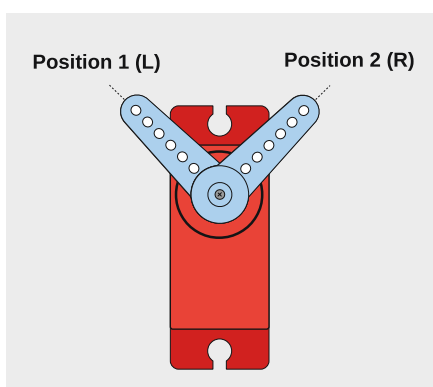
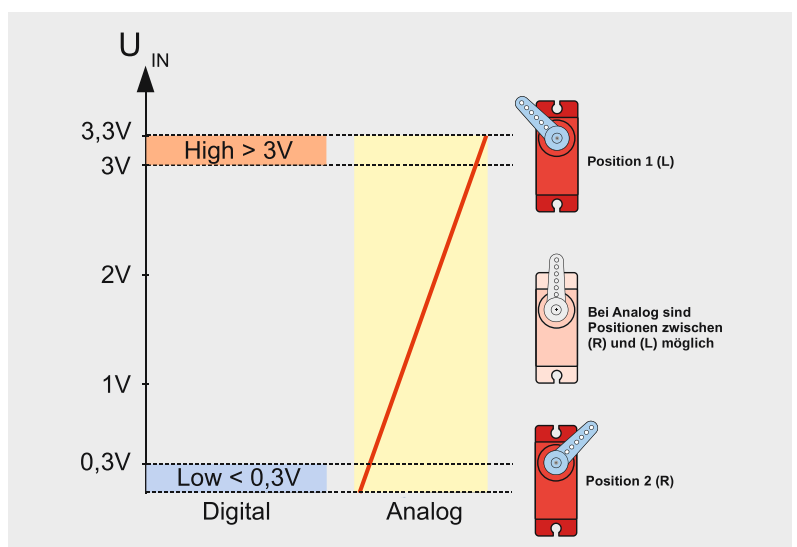

Bild 6: Programmierte Positionen
Bild 7: Unterschied zwischen digitaler und analoger Steuerung (Zeichnung ODF)
grammiert werden. Die Positionen werden auch bei Spannungsausfall abgespeichert. Mithilfe einer Steuerspannung (IN) können diese beiden Positionen angefahren werden. In Bild 6 ist hierfür ein Beispiel zu sehen. Je nach Anwendungsfall kann die Steuerung analog oder digital erfolgen. Im Diagramm (Bild 7) ist der Unterschied zwischen diesen beiden Möglichkeiten dargestellt.